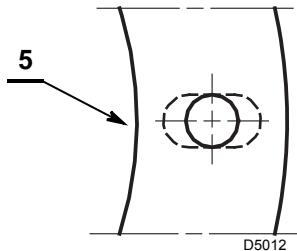

Fig. 7
- Si es necesario, agrandar los orificios de la junta aislante 5) (Fig. 7).